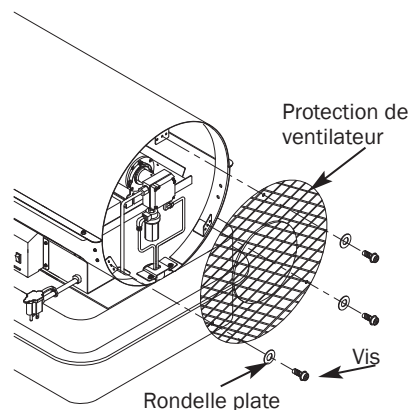

Figure 20 – Déposer la protection du ventilateur
- Déposer la protection du ventilateur (voir la Figure 20,21).
- Utiliser une clé de 3/8 po et serrer la canalisation de combustible (B) au niveau de la pompe et de son filtre à combustible.